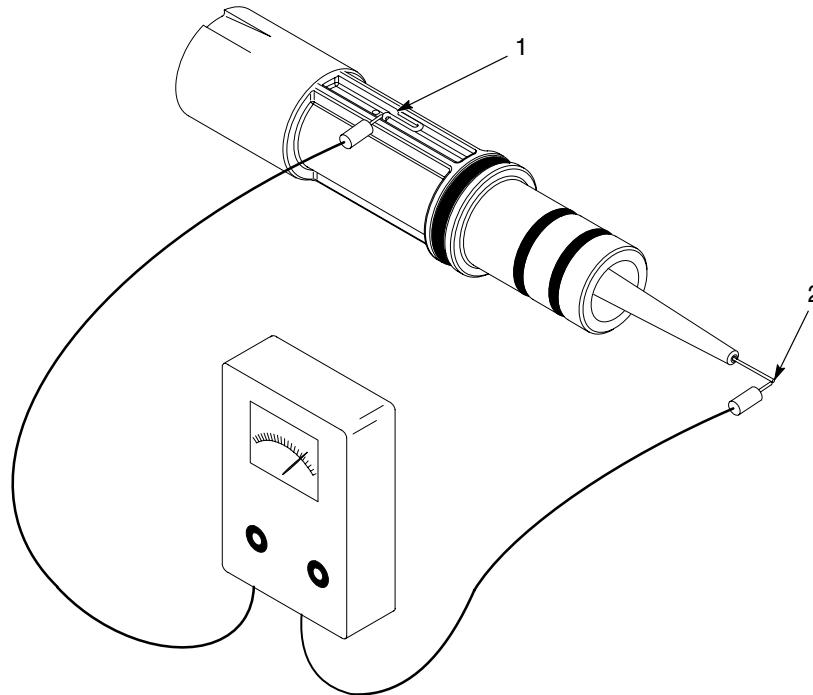

图 5-4 电极支架组件衔接检查
1. 见图5-4。从喷枪拆除电极支架组件。参阅拆卸粉末线路，位于维修章节。